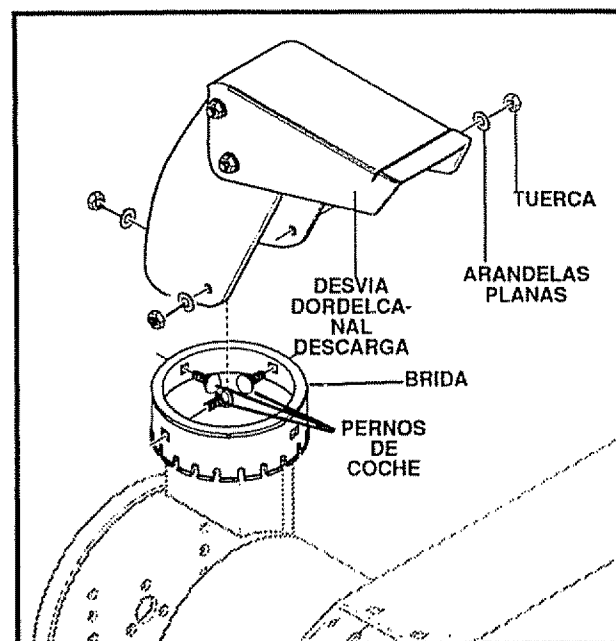

FIG. 7A
- Vuelva a colocar los pernos de coche desde dentro del canal como se muestra en la Fig. 7A, las arandelas planas, las tuercas y apriételes.